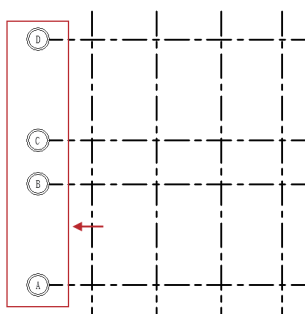

图2-29 修改结果
- 12 重复上述操作，继续修改水平轴线的标头，结果如图2-29所示。